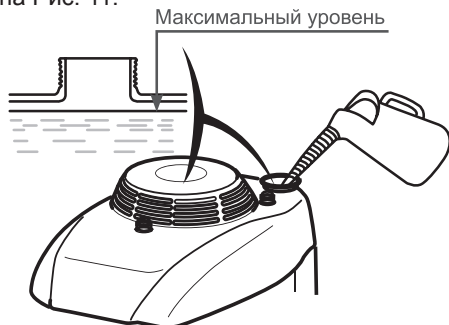

Рис. 11. Максимальный уровень топлива в топливном баке
Максимальный уровень топлива показан на Рис. 11.
3. Залейте бензин в топливный бак при помощи специальной емкости или воронки до уровня, показанного на Рис. 11.